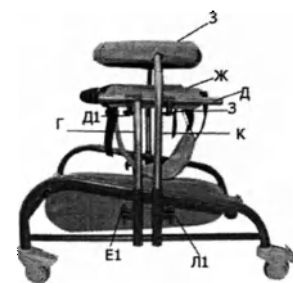

рис.22
1) Регулировка высоты грудной обоймы (рис. 22)
Изменить высоту ручки перемещая ее вверх-вниз, ориентируясь на маркировку максимально допустимого удлинения, нанесенную на боковые поверхности кронштейнов (Г). Зафиксировать выбранное положение, надежно и тщательно закрутив винты с ручками-барашками (З) (рис.22).